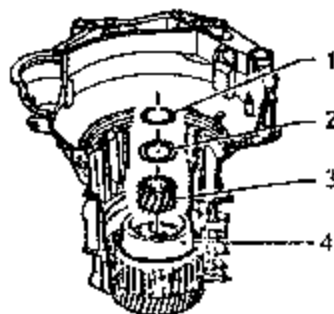

图 7-77 拆下小太阳齿轮
15) 把小太阳齿轮以及垫圈和推力滚针轴承从行星齿轮架中抽出, 如图 7-77 所示。
- 3) 将小太阳齿轮以及垫圈和推力滚针轴承一同插入行星齿轮架内，如图 7-77 所示。